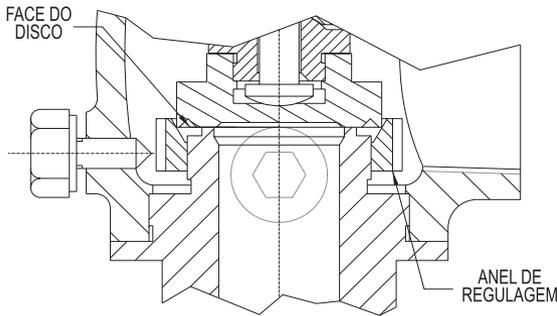

Figura 07
- 3 Mova o anel de regulação (**03**) para cima (sentido anti-horário) até o contato com a face do disco (**Figura 07**).